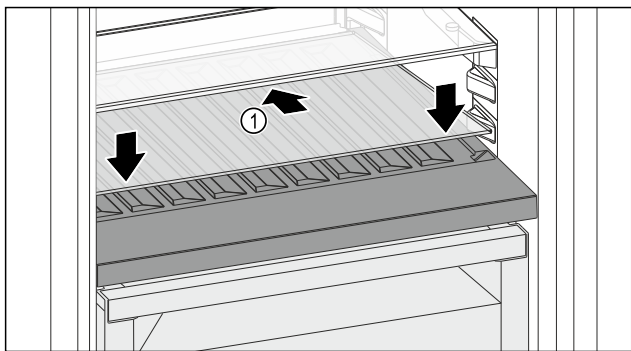

Fig. 118
- Helyezze be ferdén, hátul lefelé döntve az üveglapot Fig. 118 (1).
- Engedje le az üveglap Fig. 118 (1) elejét.